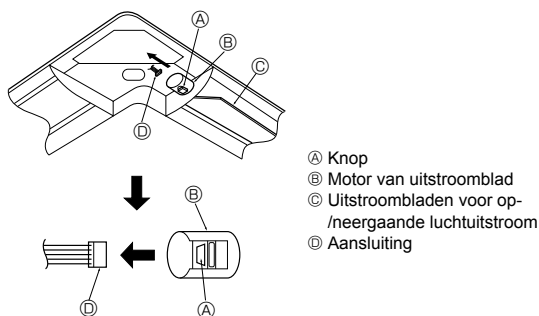

Fig. 5-11
5.7. Vastzetten van het op-/neergaande luchtuitstroomblad (Fig. 5-11)